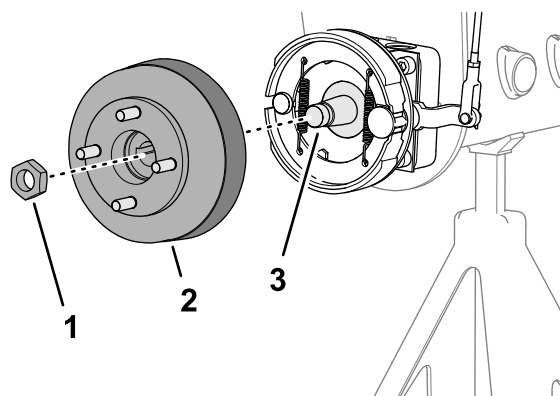
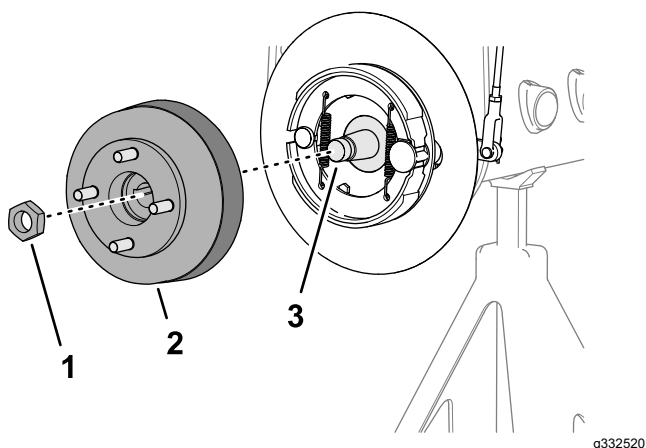

Figure 61
Figure 62
1. Retirez les contre-écrous qui fixent le moyeu sur l'arbre du moteur de roue (Figure 61 ou Figure 62).
4. Utilisez l'extracteur de moyeu de roue spécifié pour déposer le moyeu de roue et le tambour de frein de l'arbre du moteur de roue (Figure 61 ou Figure 62).